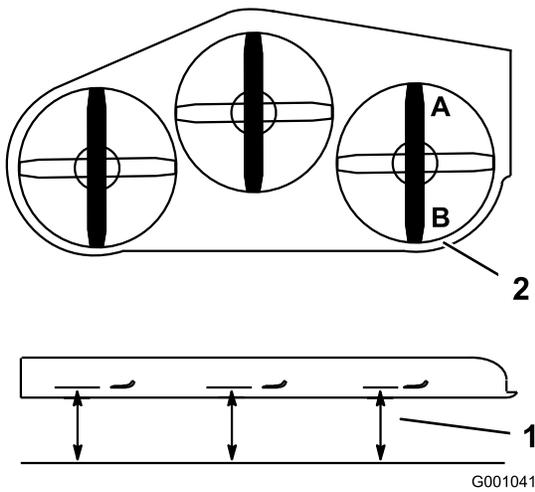

図 85
2. ブレードのうちの1枚を前後方向に向ける。A位置とB位置で、平らな床面からブレードの刃先までの高さを測る (図 85)。